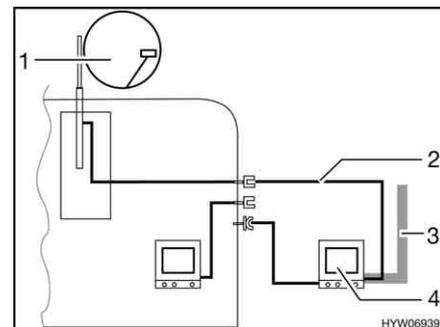

Fig. 172 TV nella tenda veranda
- TV nella tenda veranda (Fig. 172,4): Collegamento all'antenna del tetto (Fig. 172,1) con cavo di collegamento (Fig. 172,2)
- TV nella tenda veranda (Fig. 172,4): Collegamento a antenna esterna (Fig. 172,3)